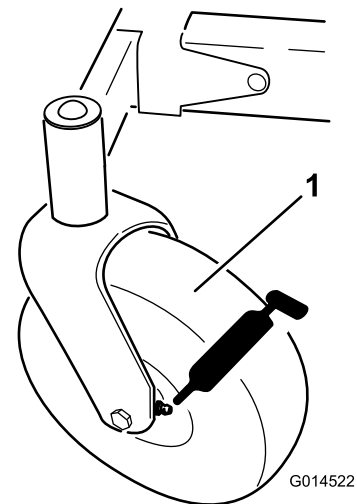
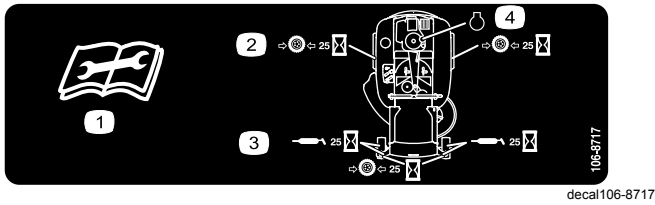

Figura 27
Figura 28
3. Limpie con un trapo los puntos de engrase (Figura 27 y Figura 28). Asegúrese de rascar cualquier pintura que hubiera sobre los puntos de engrase.
4. Conecte una pistola de engrasar a cada punto de engrase (Figura 27 y Figura 28). Bombee grasa hasta que empiece a rezumar grasa de los cojinetes.